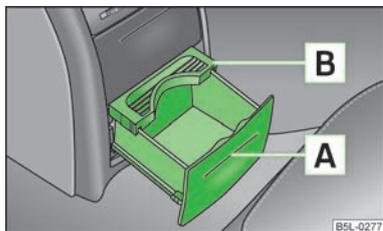

Abb. 65
- Auf die Blende im Bereich **A** » Abb. 65 drücken - der Getränkehalter fährt heraus.